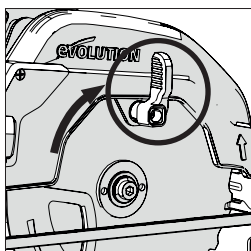

Рис. 5
- Поднимите защитный кожух нижней части диска вровень с защитным кожухом верхней части диска с помощью ручного рычага. (Рис. 5)